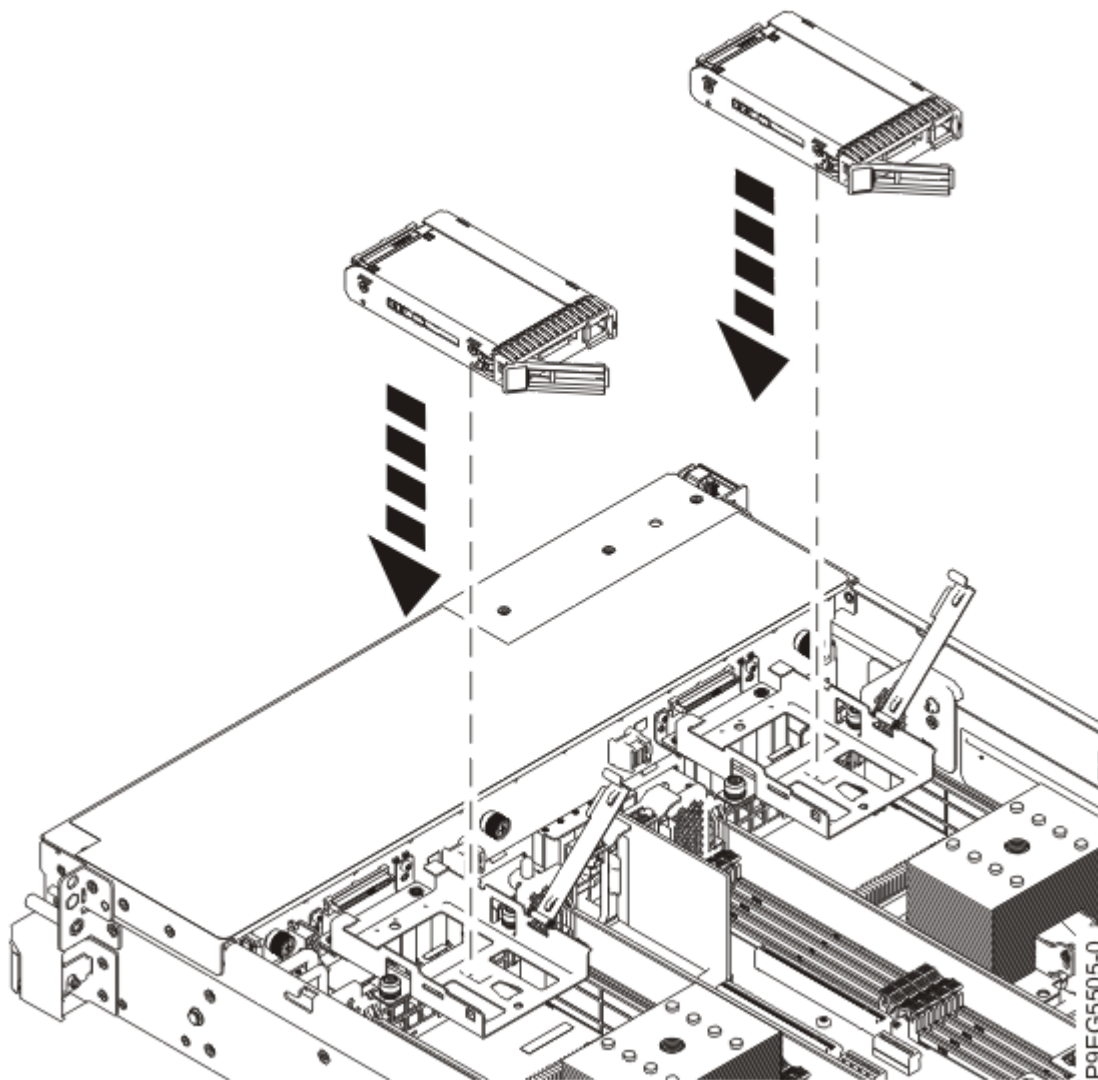

Figura 22. Cómo bajar la unidad en la bandeja de unidad
- b) Baje la unidad en la bandeja de unidad como se muestra en la Figura 22 en la página 24.